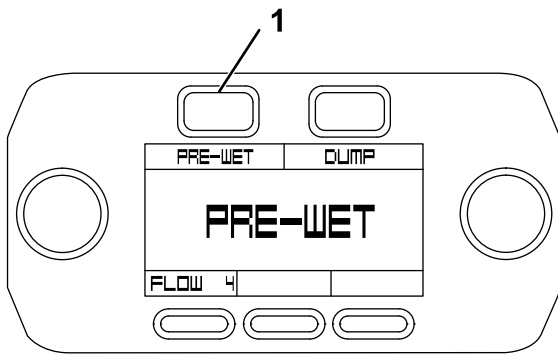

Figure 48
- Sur l'écran Pre-wet, appuyez sur le bouton Pre-Wet (Figure 48).